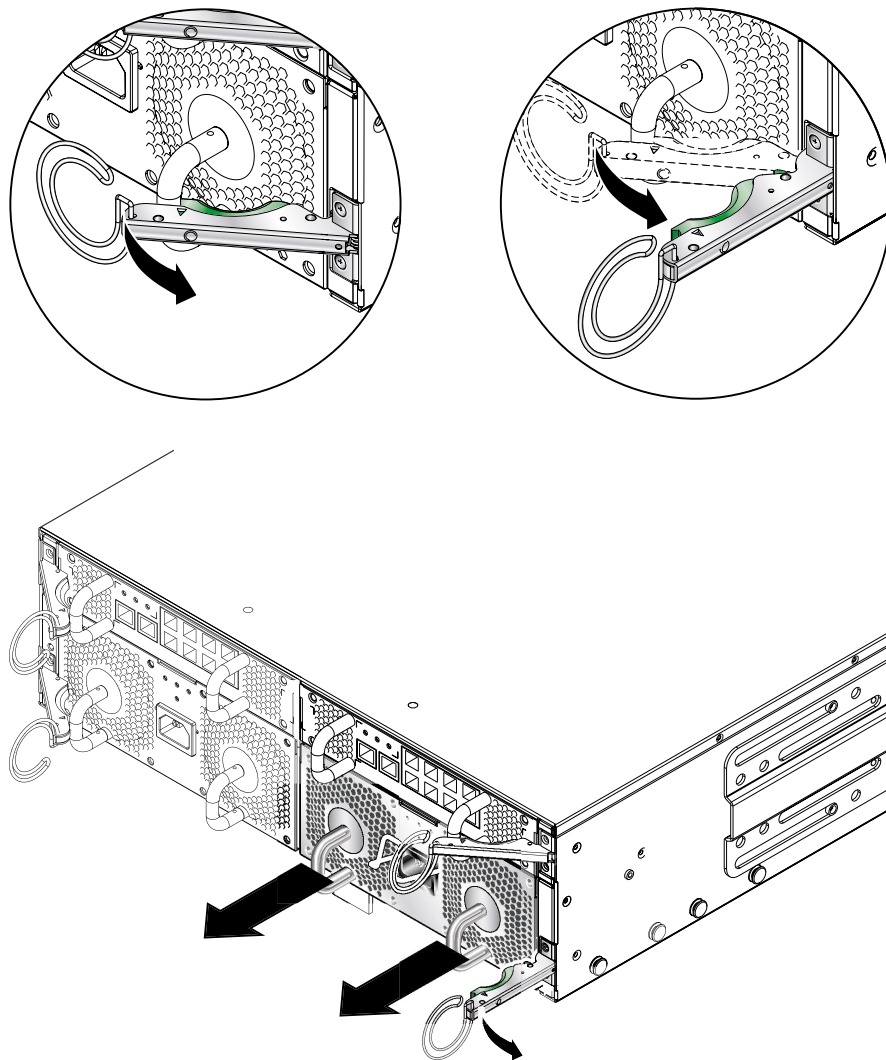

図 4-7 PSU の取り外しレバー
1. 緑色の PSU 取り外しレバーを握ってロックを外し、レバーを手前に引いてシステムシャーシから PSU を切り離します (図 4-7)。